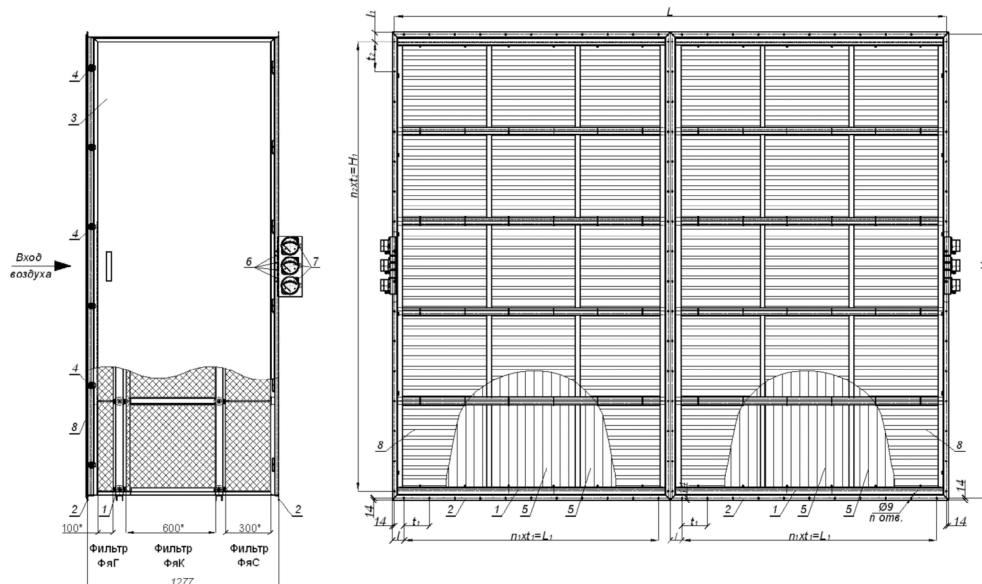

Рис. 2 Схема секции воздушных фильтров ССФ-Т3-2-2/6х5
На рис. 2 показана секция воздушных фильтров ССФ-Т3-2-2/6х5, состоящая из 2-х секций ССФ-Т3-2-2/3х5, соединяемых при монтаже. Обслуживание секции и замена фильтров осуществляется через двери, расположенные с двух сторон.
Секция воздушных фильтров ССФ-Т3-2-2/6х5 (рис. 2) оснащена 8 штуцерами (6), по четыре с каждой стороны, для контроля сопротивления в каждой половине секции (ССФ-Т...2/3х5) с помощью шести диффманометров. На практике достаточно вести контроль только в одной половине, т.к. при равномерном распределении воздуха на входе запыление фильтров (увеличение сопротивления) происходит равномерно в обеих половинах.